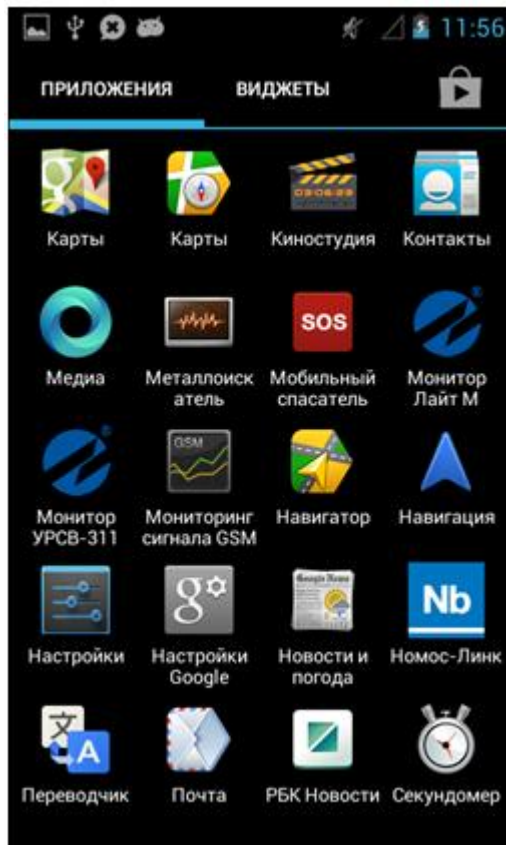

Рис.19. Общий список доступных приложений.
- нажатием на соответствующую иконку в общем списке доступных приложений (рис.19);